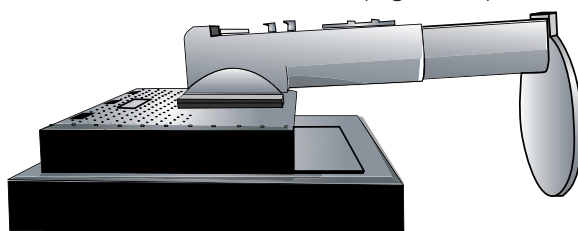

Figure S.1
4. Placez le moniteur face vers le bas sur une surface non abrasive (**Figure S.1**).